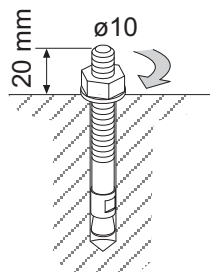

FIG. 2
2 - Tiraggio del tassello: una volta inserito il tassello ad una profondità tale da poter successivamente fissare la piastra di base (5) del **POSTO**, bisogna stringere il dado per ancorare solidamente il tassello al foro (la parte filettata deve sporgere circa 20 mm dal pavimento). Fig.2; quindi svitare e togliere il dado e la rondella. Eseguire tale operazione per tutti e quattro i tasselli.
2 - **Tirage des chevilles:** après avoir inséré la cheville dans une profondeur suffisante pour l'embase (5) du poteau **POSTO**, il faut visser l'écrou pour bien fixer la cheville au trou (le filet doit avoir 20 mm. de saillie par rapport au sol) Fig.2. Puis dévisser et enlever l'écrou et la rondelle. Exécuter la même opération pour les quatre chevilles.
2 - **Dübelausspannung:** Den Dübel einsetzen, der bis zu einer Tiefe fahren muss, um das gute Halten der Grundplatte (5) von **POSTO** zu gewährleisten, die Mutter anziehen, um den Dübel im Loch zu befestigen (die geschnittene Seite muss zirka 20 mm vom Boden hervorstehen) Abb.2. Die Mutter und die Scheibe herausschrauben. Diese Operation für alle vier Dübel durchführen.
2 - **Tension del taco:** después de haber introducido el taco hasta alcanzar una profundidad adecuada para poder sujetar a continuación la placa de base (5) del **POSTO** indicador, apretar la tuerca para anclar sólidamente el taco en el agujero (el extremo enroscado tiene que sobresalir en unos 20 mm, aproximadamente en relación con el pavimento) Fig.2. A continuación, desatornillar y quitar la tuerca y la arandela. Realizar esta operación para todos los cuatro tacos.
2 - **Pluggenspanning:** wanneer de plug zo diep is ingestoken dat vervolgens de basisplaat (5) van de **POSTO** kan worden bevestigd, moet de moer goed worden aangedraaid om de plug stevig aan het gat te verankeren (het gedeelte dat van schroefdraad is voorzien moet ongeveer 20 mm boven de vloer uitsteken) Fig.2. Daarna de moer en de sluitring losdraaien en verwijderen. Deze handeling moet voor alle vier pluggen worden uitgevoerd.